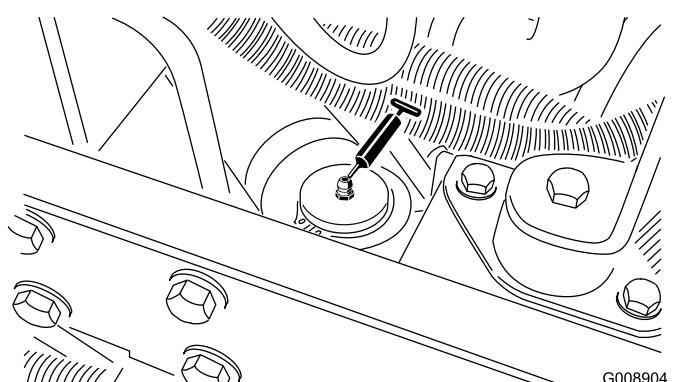

Figura 40
- Cilindro de dirección (Figura 40).